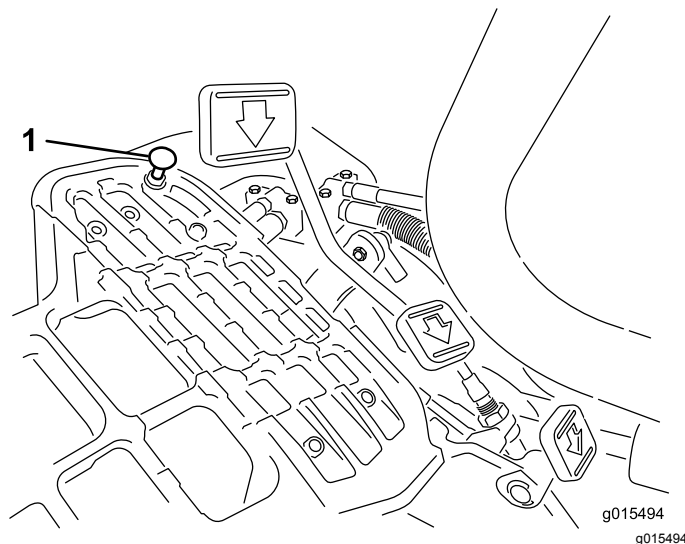

Figura 35
Para obter a velocidade máxima de transporte, engate a alavanca de controlo de função na posição TRANSPORTE e carregue para baixo no pedal de tração. Se o pedal entrara em contacto com o batente (Figura 35) antes de sentir tensão no cabo, é necessário efetuar o seguinte procedimento de ajuste:
1. Ponha a alavanca de controlo de funcionamento na posição TRANSPORTE e liberte a porca de bloqueio que fixa o batente do pedal à placa inferior (Figura 35).